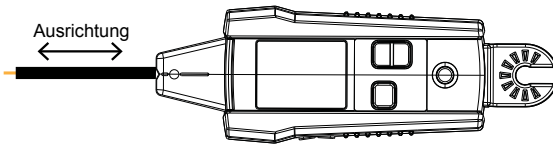

Abbildung 3.1f
3. Für optimale Ergebnisse bei der Suche/Verfolgen von spannungsführenden Adern richten Sie die Kerbe am Spitzensensor an der dargestellten Aderrichtung aus (siehe Abbildung 3.1f/g). Bei falscher Ausrichtung kann das Signal möglicherweise nicht erkannt werden. Drehen Sie den AT-6000-RE zum Überprüfen der Aderrichtung hin und wieder um 90°. Die höchste Signalstärke erhalten Sie, wenn die Ader in der gleichen Flucht wie die Kerbe im Spitzensensor verläuft.